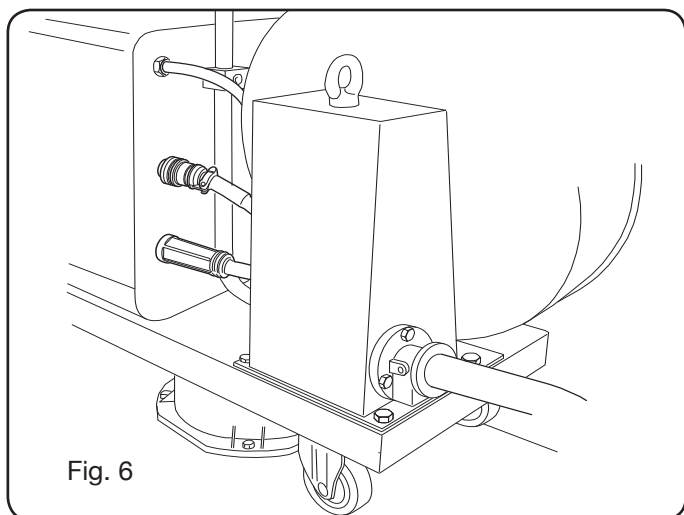

Fig. 6
- Slut den anden ekstremitet på forbindelsen **BA** til trådfremføringsvognen som vist i Fig. 6.